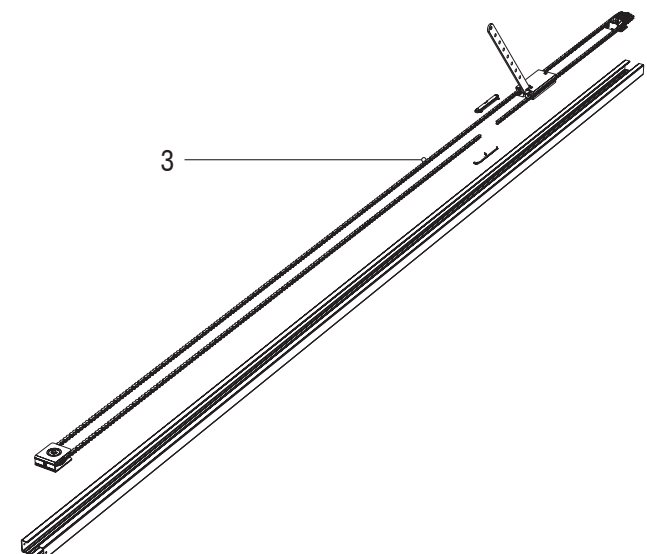

Рис. 3
4. Зніміть ланцюг із механізмом каретки, поз. 3 (рис. 3).